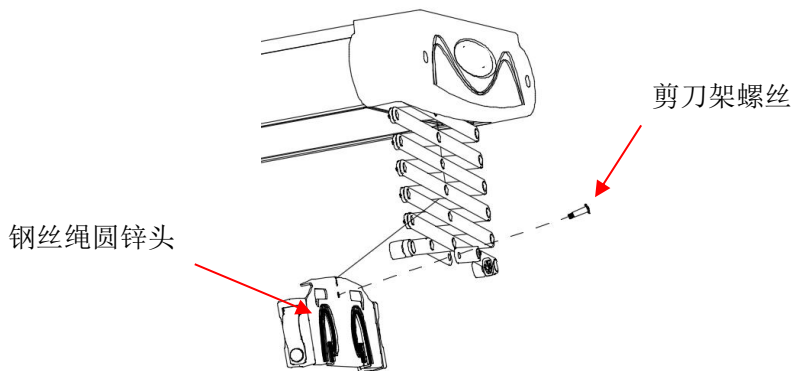

图 5
8. 将钢丝绳的圆锌头套进衣杆支撑板的卡孔内，将另一端剪刀架安装在衣杆支撑板槽内，并用剪刀架螺丝锁紧（如图 5 所示）。